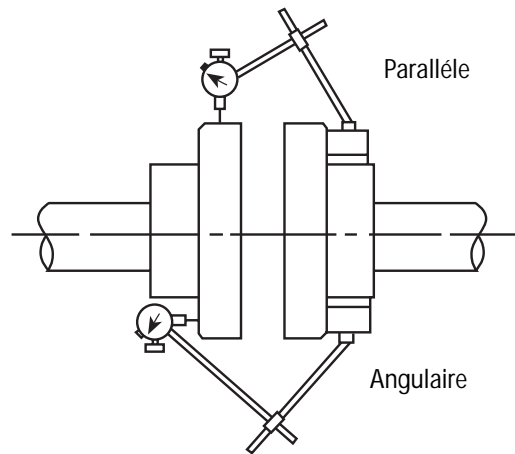

Figure 6
- On **DOIT** vérifier le centrage avant la mise en service (V. fig. 6).